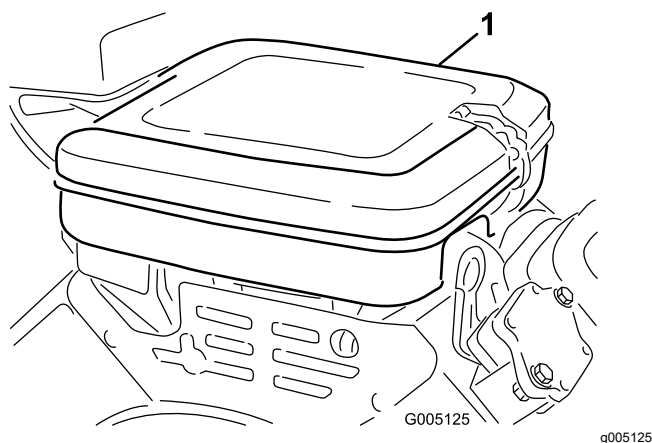

Figura 32
1. Limpe a cobertura do filtro de ar (Figura 32).